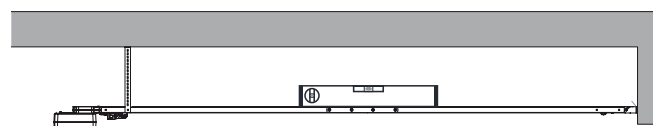

Fig.23
6. Controleer dat het geleiderail horizontaal is en kort de beugels JMP.2 indien nodig in, om te voorkomen dat ze te lang zijn en ver naar beneden uitsteken (Fig.23).